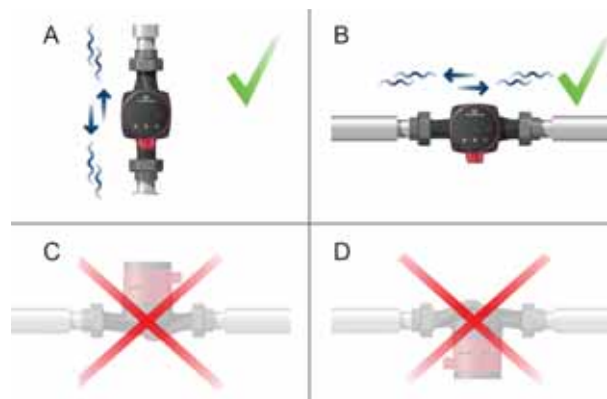

Fig. 2 Positions du coffret de commande
- Circulateur installé correctement dans une tuyauterie verticale. Voir fig. 2, pos. A.
- Circulateur installé correctement dans une tuyauterie horizontale. Voir fig. 2, pos. B.
- Ne pas installer le circulateur avec l'arbre du moteur à la verticale. Voir fig. 2, pos. C et D.